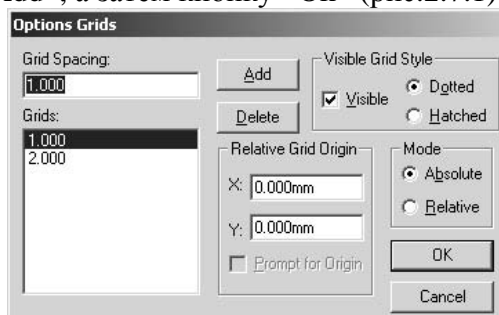

Рис.2.7.1
- Выполнить команды **Options/Grids** и установить сетки с шагом 1 мм и 2 мм. Для этого в окне Options Grids в области Grids Spacing последовательно ввести шаги сетки 1.0, и 2.0 мм. Нажать кнопку «Add», а затем кнопку «Ok» (рис.2.7.1).